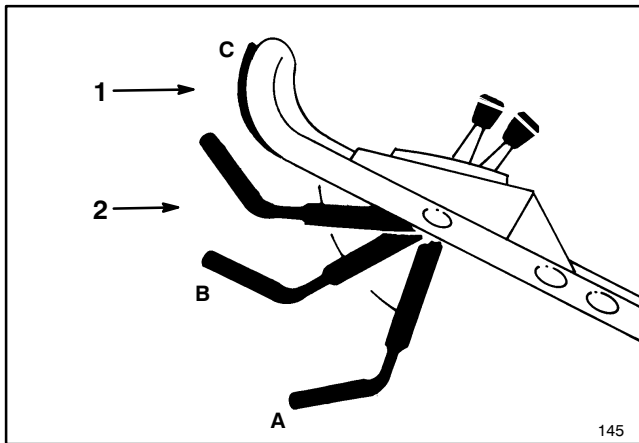

Abbildung 11
7. **MESSER- UND FAHRBETRIEB** (Abb. 11) — Zum Einschalten des Messers den Antriebshebel nach unten in Position "A" und anschließend nach oben in Position "B" bringen. Für Fahrbetrieb den Antriebshebel nach oben gegen Gestängegriff "C" drücken. Vorsichtiges Loslassen des Antriebshebels bis zur mittleren Position kuppelt den Fahrtrieb aus, das Messer bleibt jedoch eingeschaltet. Durch einfaches Drücken des Antriebshebels gegen den Gestängegriff, d.h. ohne vorherige Abwärtsbewegung zum Einschalten des Messers, kann der Mäher mit ausgeschaltetem Messer gefahren werden.
8. STOPPEN (Abb. 11) — Zum Stoppen des Fahrbetriebs und Messer den Antriebshebel loslassen. Bei Selbstantriebsmodellen den Geschwindigkeithebel auf "N" stellen. Zum Stoppen des Motors den Gashebel auf OFF (AUS) stellen. Draht von Zündkerze ziehen, wenn der Mäher unbeaufsichtigt oder nicht in Gebrauch ist.